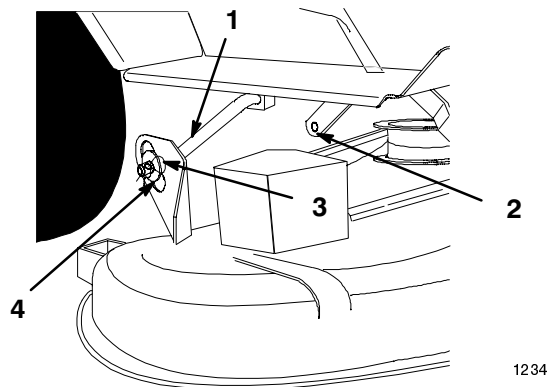

Figure 16
5. Enlevez la goupille fendue élastique de 2-9/16" et la rondelle de 3/8" sur la biellette réglable avant, puis déposez-la du mécanisme de relevage (Fig. 16).
6. Enlevez les (2) goupilles fendues de 3-3/8" et les (2) rondelles de 3/4" des bras de relevage arrière (Fig. 16).
7. Glissez le plateau de coupe vers la droite pour l'extraire des bras de relevage arrière (Fig. 16).